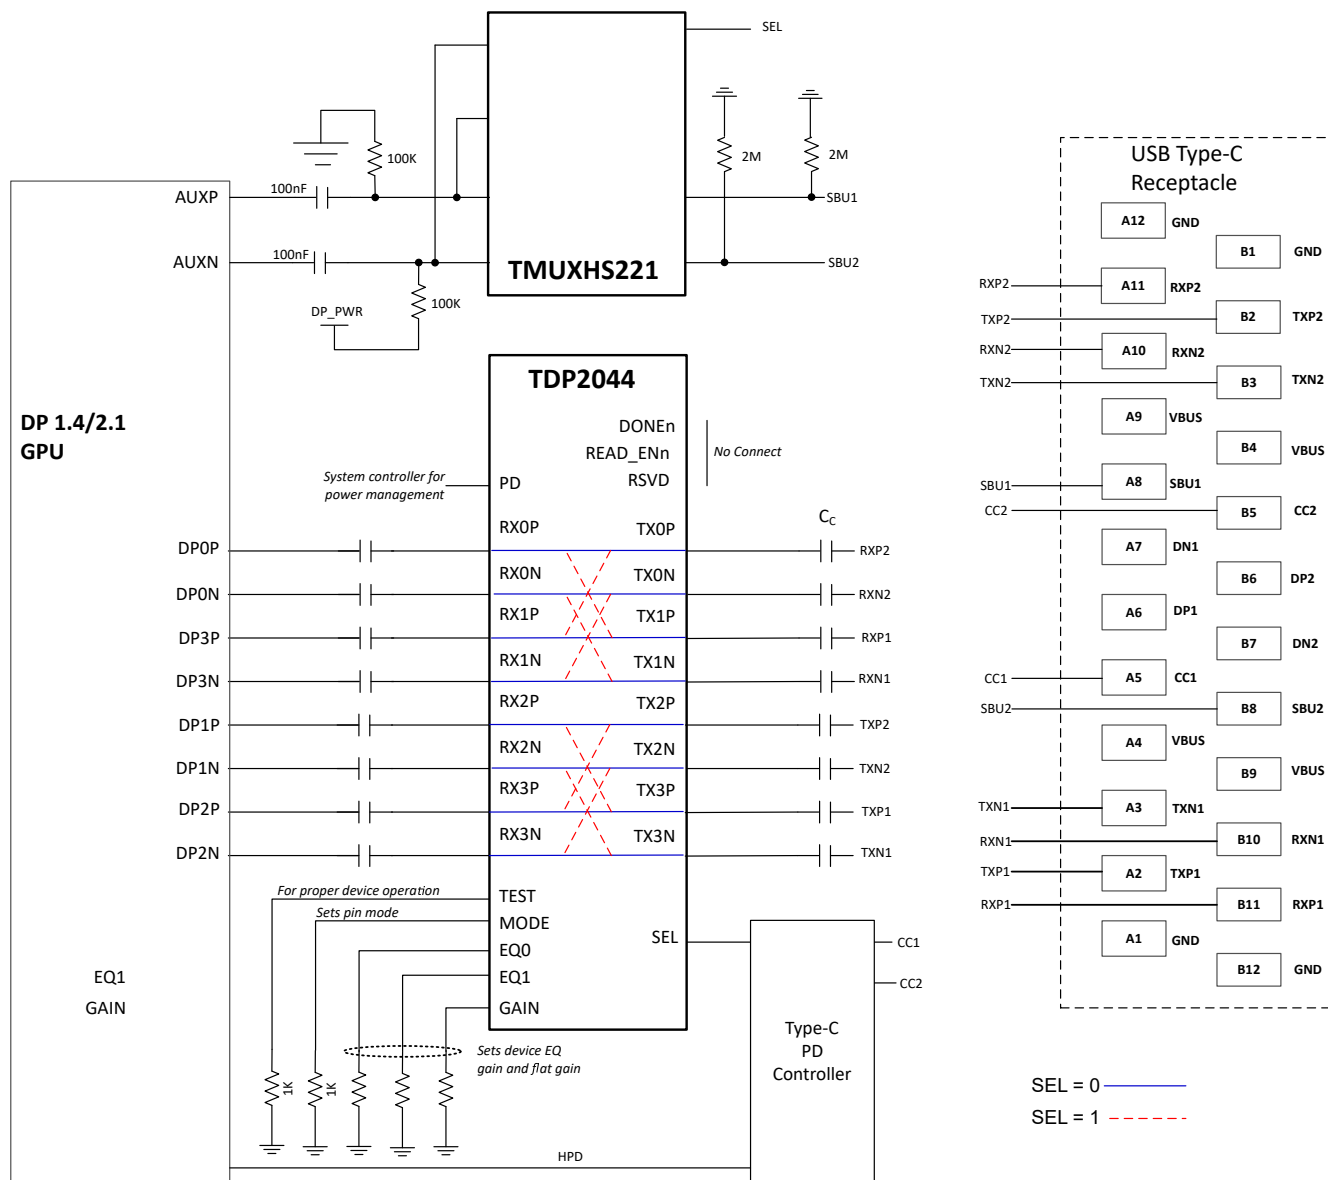

图 7-2. USB-C 交替模式源应用的简化原理图
TDP2044 为四个 DP 主链路通道以及 4:4 交叉点 (通道重定向) 功能提供信号调节。该器件是一款线性转接驱动器，与 DP 链路训练无关。显示源和接收端之间的 DP 链路训练协商通过该器件有效实施。转接驱动器与无源布线、电缆和其他通道元件一起成为电气通道的一部分，从而产生理想的源和接收端参数，进而优化电气链路。图 7-2 显示了使用 TDP2044 在源应用中实现 USB Type-C DP 交替模式的 DisplayPort 应用的简化原理图。USB 电力输送 (PD) 器件根据 USB Type-C 电缆插头位置控制交叉点多路复用器极性信号 SEL。
DisplayPort 边带信号 AUXp,n 和 HPD 被旁路。一个诸如 TMUXHS221 之类的外部多路复用器可为 SBU 信号提供翻转功能，如图 7-2 中所示。利用 PD 引脚，反相 HPD 信号可用于控制器件待机运行；但必须对 HPD 中断信号进行适当的滤波。